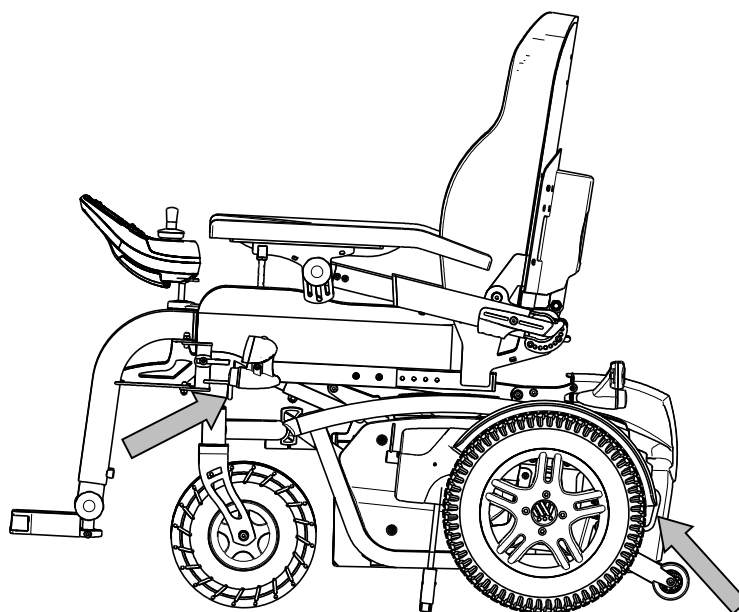

Abbildung 1
4. Falls Laderaum und Fahrgastzelle NICHT voneinander getrennt sind, muss der Rollstuhlrahmen mit einem Vier-Punkt-Verzurrgurtsystem sicher am Fahrzeug befestigt werden (siehe Abbildung 1).
10. Montieren Sie die vorderen Gurte des Rollstuhl-Gurtsystems gemäß den Angaben des jeweiligen Herstellers an den angegebenen Positionen am Rollstuhl (Abb. 1).
12. Montieren Sie die hinteren Gurte des Rollstuhl-Gurtsystems gemäß den Angaben des jeweiligen Herstellers an den angegebenen Positionen am Rollstuhl (Abb. 1).